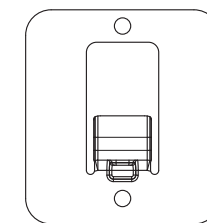

Figura 3
3. Abroche paréntesis de pared a montar superficie que utiliza 2 cierres calibrados apropiados. Taladre hoyos pilotos como sea necesario. (Vea la Figura 3)